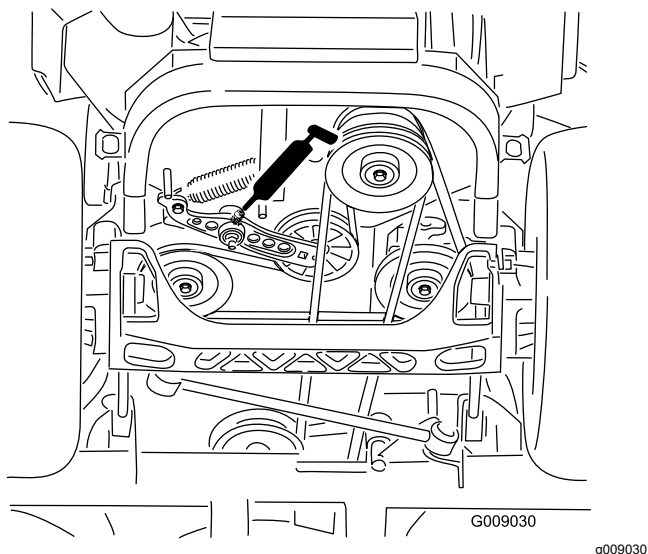

Figure 45
5. Graissez les bras de la poulie de tension de la courroie d'entraînement (Figure 45).